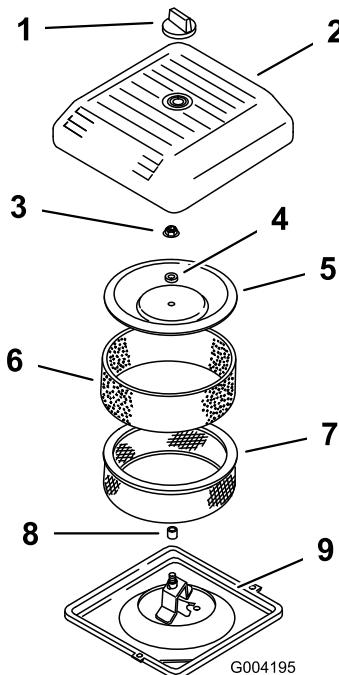

図 43
- エア・クリーナのカバーを固定しているノブを外し、カバーを取り出す(図 43)。
- ペーパー・エレメントについているスポンジ・エレメントを注意深く外す(図 43)。
- カバー・ナットを外し、カバー、スペーサ、ペーパー・エレメントを外す(図 43)。
2. エア・クリーナのベースにエア・クリーナ・センブリを取り付ける（図 43）。
3. カバーとスペーサを元どおりに取り付け、ナットで固定する（図 43）。ナットを 95inch-lb (1.0kg.m) にトルク締めする。
4. エア・クリーナのカバーを元通りに取り付け、ノブで固定する（図 43）。